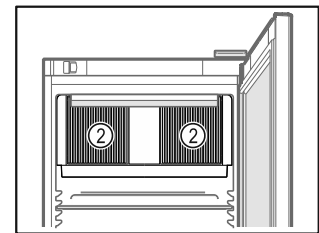

Fig. 31
- Mbani të lira kanalet e ajrimit Fig. 31 (2) të ventilatorit të qarkullimit të ajrit në hapësirën e brendshme.